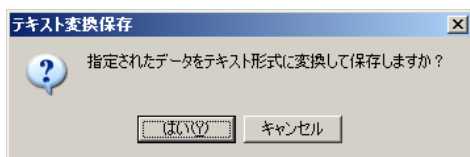

図 49. テキスト変換・保存の確認メッセージ1
- ①25～26 ページに記した方法で、計測データの波形を表示します。
- ②データ波形上の、任意の場所にマウスのポインタを置いて、右クリックすると赤いカーソル・ラインが表示されます。このポイントがテキスト変換の開始点となります。
- ③次に、テキスト変換の終了点にポインタを置いて再度マウスを右クリックすると、この点にも赤いカーソル・ラインが表示されます。このポイントがテキスト変換の終了点となります。
- ④テキスト変換後の行数が 65536 行未満の場合には、図 49 のようなメッセージが表示されますので、確認して『はい』ボタンをクリックしてください。